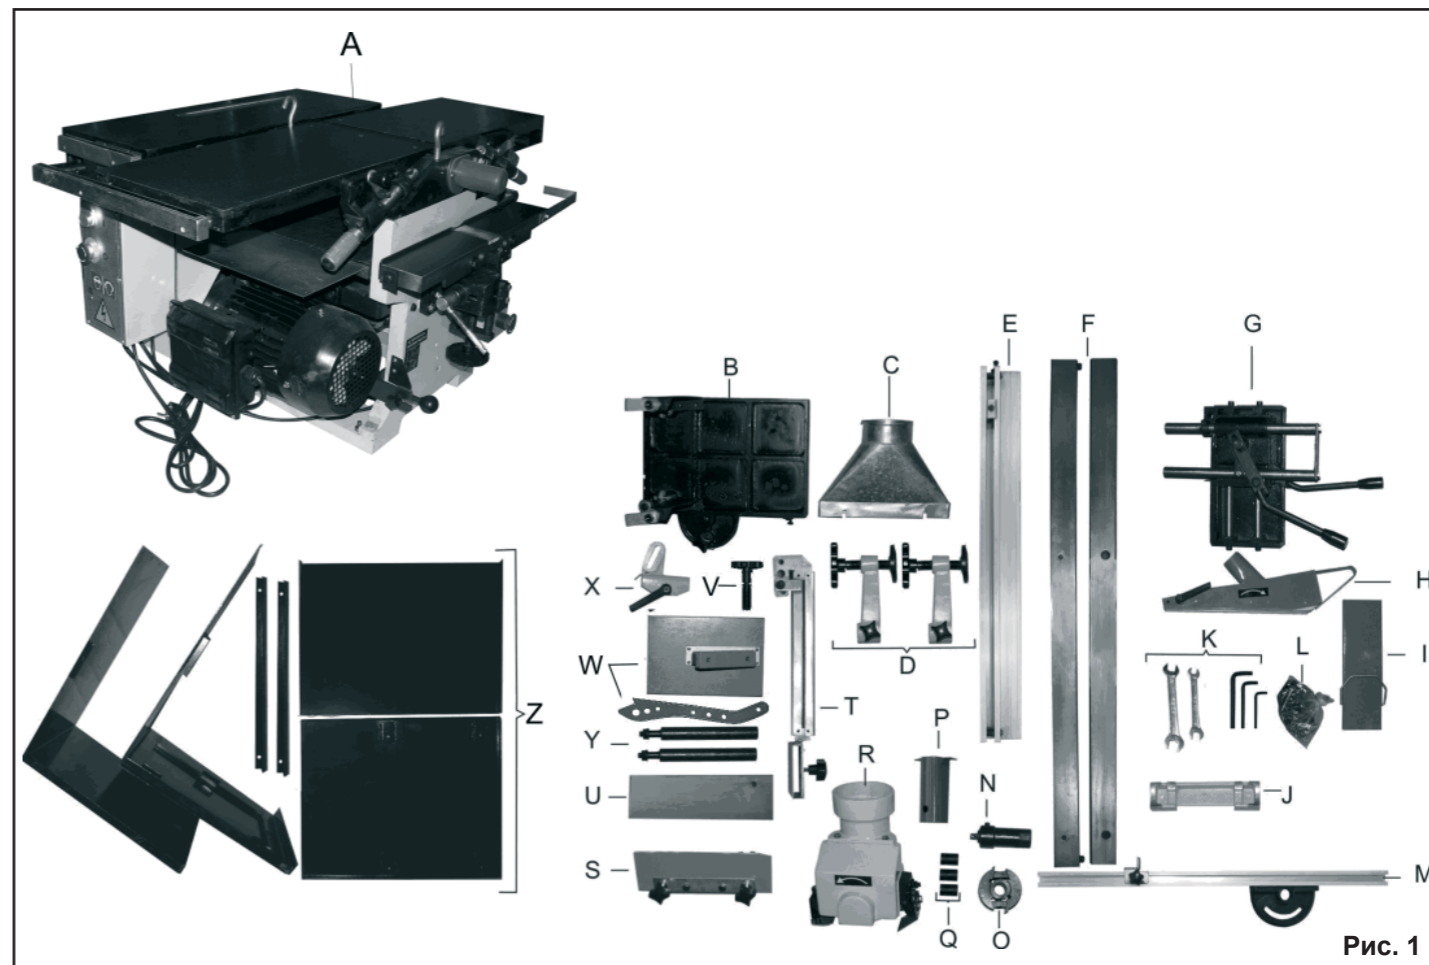

Рис. 1
3.1. В комплект поставки входит (Рис.1):